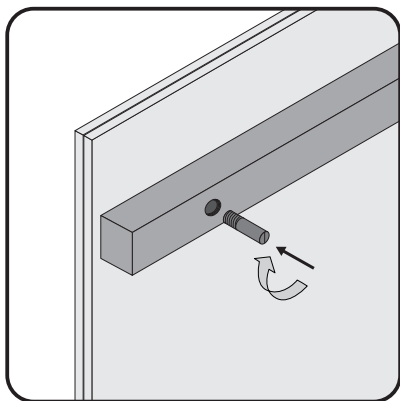

Рис. 18
4.13. Ввинтите шпильки внутренние от телескопических кронштейнов (рис. 18).